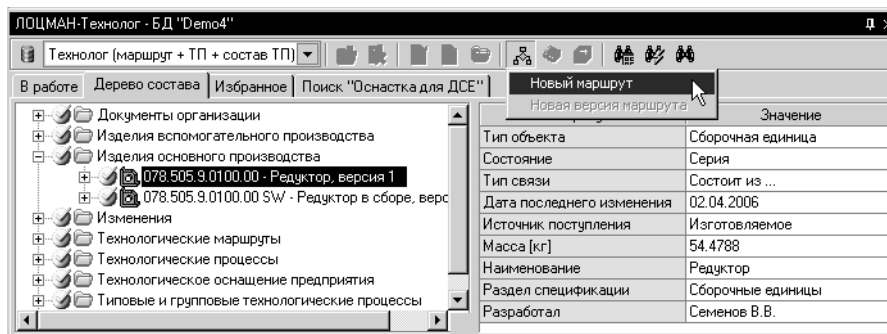

Рис. 13.10. Создание нового объекта «Маршрут»
1. Найдите требуемый элемент состава изделия и установите на него курсор (рис. 13.10). Эту процедуру можно осуществить на любой из трех вкладок модуля: **Дерево состава**, **Избранное** или **Поиск**.
2. Нажмите кнопку **Новый маршрут** на инструментальной панели модуля. Если курсор установлен на объекте ДСЕ, то активным будет только пункт **Новый маршрут** (рис. 13.10).